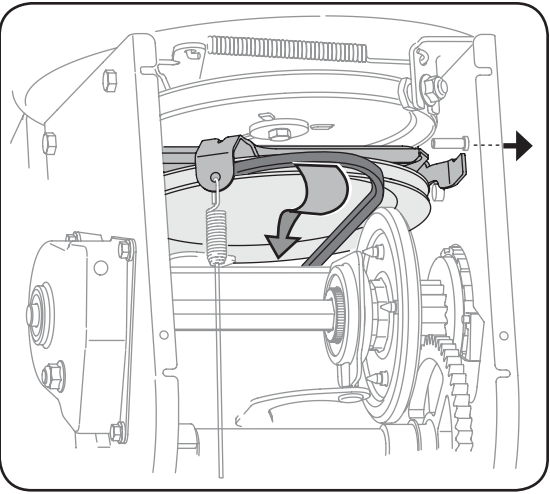

Figure 6-10
5. Dégagez la courroie de transmission de la poulie et de l'espace entre la roue de frottement et le disque de la roue de frottement. Voir la Figure 6-10.
6. Dégagez la courroie de transmission de la poulie et de l'espace entre la roue de frottement et le disque de l'entraînement. Voir la Figure 6-10.